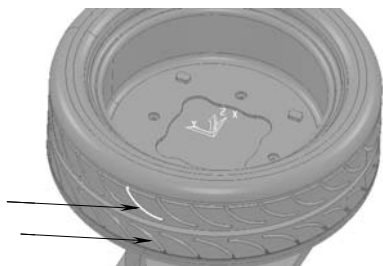
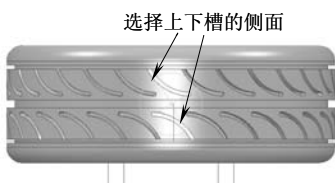

图 9-67 选择弧形槽侧面 1
图 9-68 选择弧形槽侧面 2
1) 选择曲面：按下 Shift 键，在 PowerMILL 绘图区中，选择用户坐标系 1 的 Z 轴正方向指向的两张弧形槽的侧曲面，如图 9-67 所示，图 9-68 所示是从上查看（Z）定向视图中选择曲面示意图。